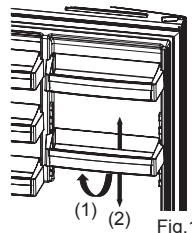

Fig.1
Eleve a parte dianteira da prateleira (1) e mova a prateleira de porta **Adapti-Lift** (2) para cima ou para baixo com ambas as mãos (Fig 1)